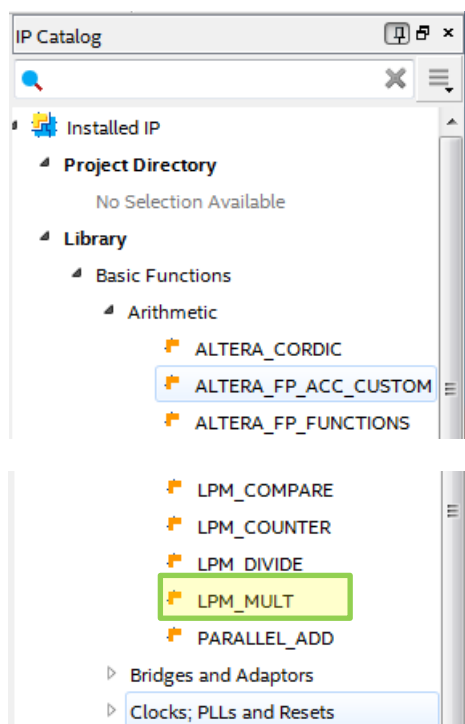

Рис. 15 Окно **IP Catalog**
5.1. В окне **IP Catalog** в разделе **Library->Basic Functions->Arithmetic** выберите мегафункцию **LPM\_MULT** (рис. 15) и нажмите кнопку «+ADD»,